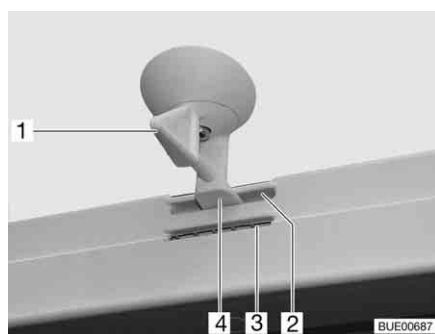
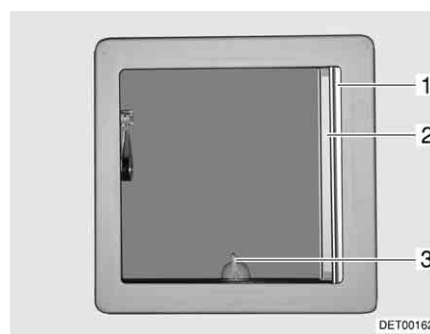

Fig. 33 Oblò inclinabile, bloccaggio
Fig. 34 Oblò inclinabile
- Ruotare la leva (Fig. 33,1 o Fig. 34,3) di un quarto di giro.
- Girare la leva di un quarto di giro. Il bloccaggio (Fig. 33,4) deve entrare nella feritoia inferiore (Fig. 33,3).
- Girare la leva di un quarto di giro. Il bloccaggio (Fig. 33,4) deve entrare nella feritoia superiore (Fig. 33,2).
- Tirare la tendina oscurante pieghevole (Fig. 34,1) fino alla posizione desiderata e rilasciare. La tendina oscurante pieghevole rimane in questa posizione.
- Estrarre la zanzariera a rullo (Fig. 34,2) fino a quando non scatta il bloccaggio dalla parte opposta.